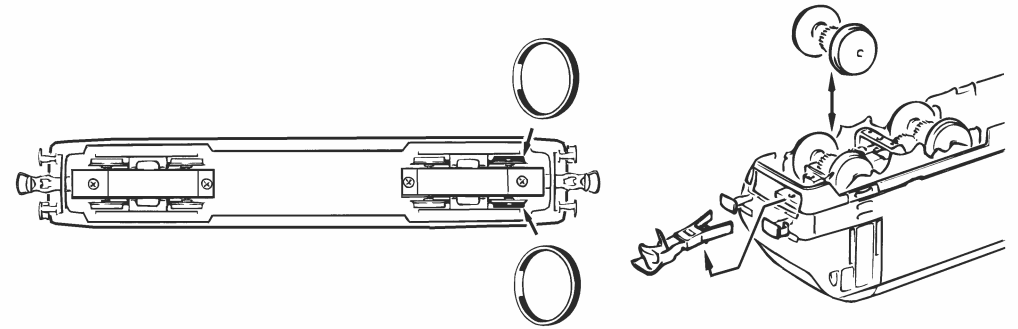

Fig. 9
1. Reinigung der Radstromkontakte: Radstromkontakte können auf unsauberen Schienen leicht verschmutzen. Bitte **entfernen Sie vorsichtig** mit einem kleinen Pinsel **den Schmutz** an den in Fig. 9 gekennzeichneten Stellen.
Les lames de contact risquent de s'encrasser rapidement sur des voies poussiéreuses. Veuillez **enlever la poussière** aux endroits marqués à la fig. 9 à l'aide d'un petit pinceau souple après avoir démonté la caisse de votre locomotive (fig. 3).
1. Cleaning of wheel contacts: Wheel contacts easily get dirty on tracks which are not entirely clean. Use a small brush to **remove dirt** from spots marked in fig. 9. Prior to this remove loco body (fig. 3).